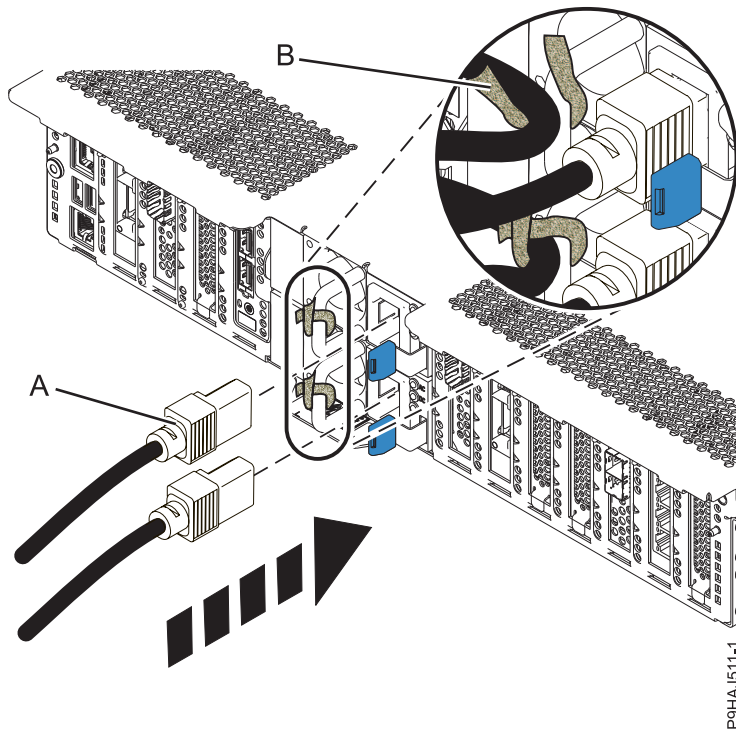

Figure 43. Connexion des cordons d'alimentation
2. A l'aide de vos étiquettes, rebranchez les cordons d'alimentation **(A)** à l'unité centrale. Fixez les cordons d'alimentation sur le système à l'aide des attaches velcro **(B)**, comme illustré dans la figure 43, à la page 62.